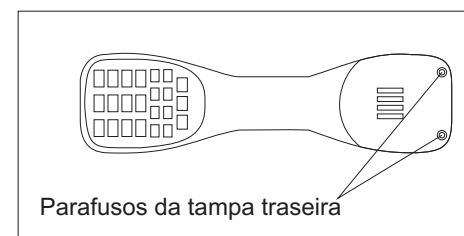

Figura 1
A) Com auxílio de uma pequena chave de fenda, solte os parafusos da tampa traseira do badisco e retire-a, conforme indica a Figura 1.